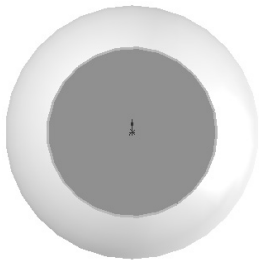

图 5-47 设置的基准面 2
9) 设置基准面。单击右键在弹出的快捷菜单中选择“旋转视图”命令或按住鼠标中键，在图形区出现图标，改变视图的方向，然后用鼠标选择图 5-46 中所示下面的平面作为基准面，单击“标准视图”工具栏中的（正视于）按钮，结果如图 5-47 所示。